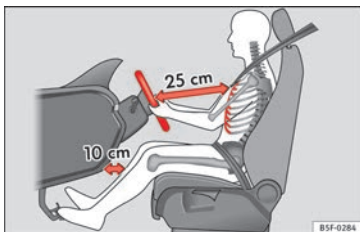
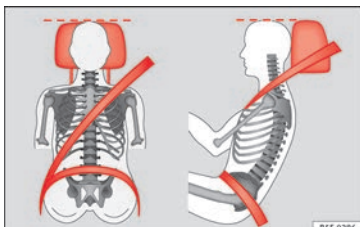

Abb. 1 Der richtige Abstand des Fahrers zum Lenkrad muss mindestens 25 cm (10 inch) betragen.
Abb. 2 Richtiger Gurtbandverlauf und richtige Kopfstützeinstellung.
- Kopfstütze so einstellen, dass die Oberkante der Kopfstütze sich möglichst auf einer Linie mit dem oberen Teil des Kopfs – jedoch nicht niedriger als Augenhöhe – befindet. Hinterkopf stets so nah wie möglich an der Kopfstütze positionieren »» **Abb. 1** und »» **Abb. 2**.
- Lenkrad so einstellen, dass der Abstand zwischen Lenkrad und Brustbein mindestens 25 cm (10 inch) beträgt »» **Abb. 1** und das Lenkrad mit beiden Händen und leicht gebeugten Armen seitlich am äußeren Rand festgehalten werden kann.
- Fahrersitz in Längsrichtung so einstellen, dass die Pedale mit leicht angewinkelten Beinen durchgetreten werden können und der Abstand zur Instrumententafel im Kniebereich mindestens 10 cm (4 inch) beträgt »» **Abb. 1**.